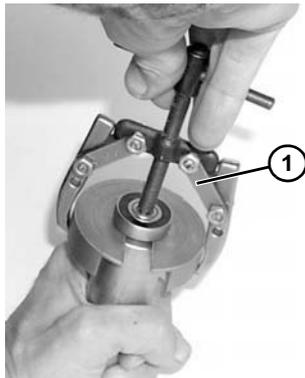

Figura 78
2. Con la ayuda de un extractor, pieza número 807-1716 (**Figura 78, artículo 1**), extraiga y deseche el cojinete.